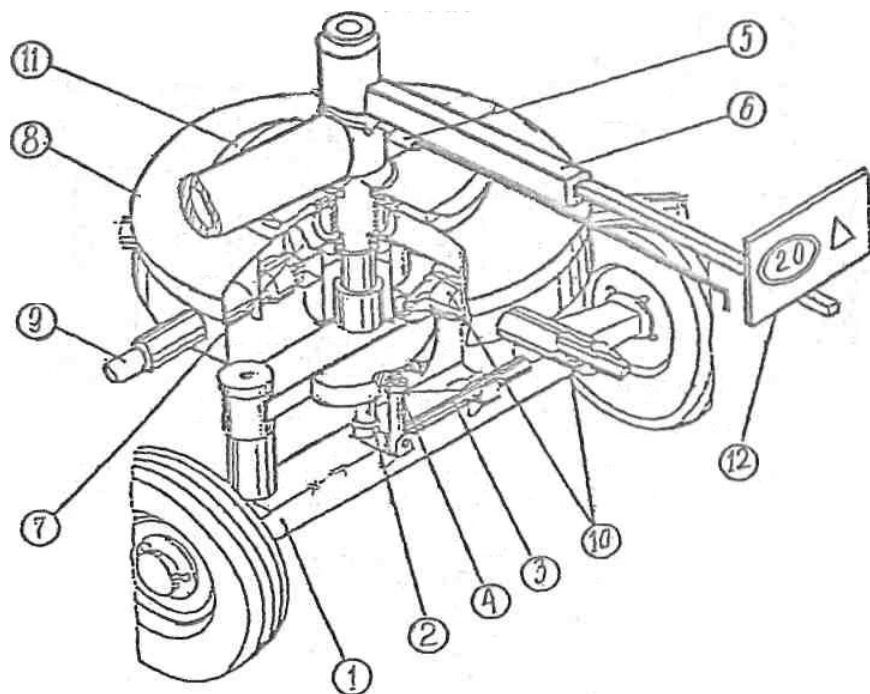

Рис.5. Ротор правый
Ротор правый (рис. 5) состоит из оси колесного хода 1, на которой датированы кулачек 7 ротора 8 с граблинами 9, втулками 10 и шкивом клиноременной передачи 11.
Граблины (рис. 6) устанавливаются на левом (рис. 4) и правом (рис.5) роторах. Каждая граблина состоит из штанги 1, кривошипа 3 с обоймой 8. Зуб сгребания 2 крепится с помощью болта 4, шайбы 5, двух гаек 6 хомута 9.
4.3.3. Присоедините тягу 13 к фиксатору 5 и ручке перевода колесного хода 6, а ручку перевода вставьте в трубу рычага и закрепите болтами (рис. 5).
4.3.5. Рабочие поверхности втулок 7 и дорожек кулачка 4 левого ротора (рис. 4) и кулачка 7 правого ротора (рис. 5) смажьте солидолом.
Присоедините к планке рычага 6 перевода колесного хода правого ротора (рис. 5) габаритный щиток 12 при помощи двух болтов М10х35, пружинных шайб и гаек так, чтобы светоотражатель располагался с наружной стороны граблей.
После транспортировки граблей, на ровной твердой площадке поднимите роторы в верхнее положение при помощи гидравлики, переведите упор 3 (рис. 5) правого ротора в рабочее положение и опустите ротор.